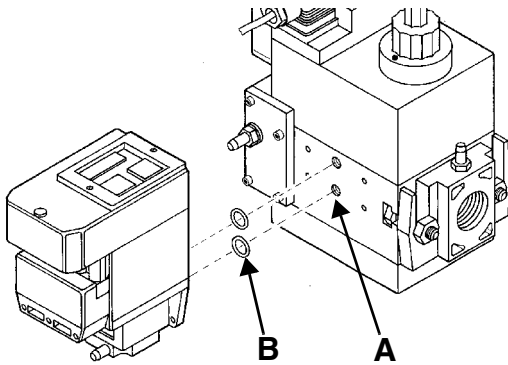
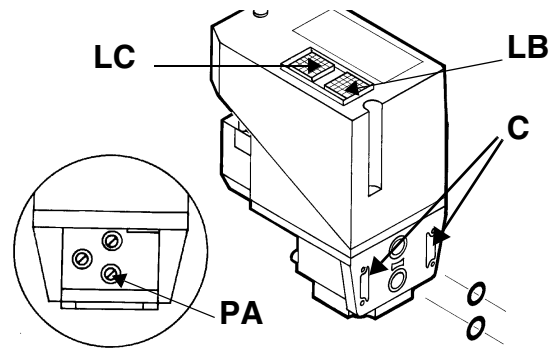

Рис. 22
Рис. 23
- 2). снять крепежные винты группы Multibloc (Рис. 22-А)
- 3). вставить уплотнительные кольца (10,5x2,25) в VPS 504 (Рис. 23-В, Рис. 22-В)
4). закрутить 4 винта блока контроля герметичности (M4x16) Рис. 22-С.
Для проверки работы, подсоединить манометр к штуцеру для отбора давления **PA** (Рис. 23). Если проверка завершилась положительно, через несколько секунд зажжется желтая лампочка **LC**. В противном случае загорится красная лампочка блокировки **LB**. Чтобы перезапустить горелку, необходимо разблокировать блок управления нажатием на светящуюся кнопку **LB**.